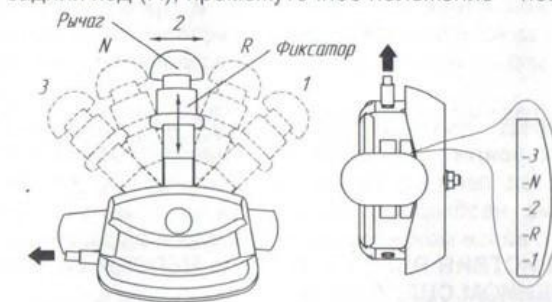

Рис.7 Рычаг переключения передач мотоблоков МБ1 Премиум/МБ1-ФС Премиум
Для модификаций МБ1 Премиум/МБ1-ФС Премиум переключение передач производится перемещением рычага на руле (рис.7): три передачи вперед (1, 2 и 3), одна – задний ход (R), промежуточное положение – нейтральное (N).